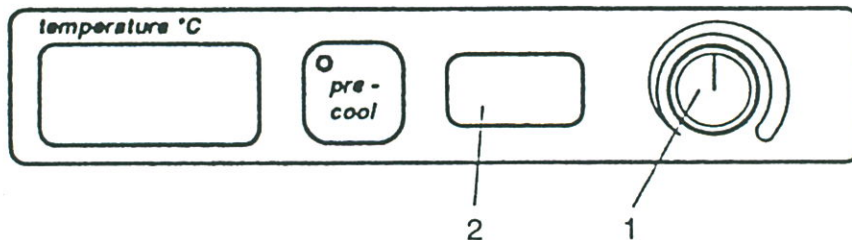

Fig. 9
Den ønskede centrifugeringstemperatur kan indstilles fra -10°C - $+40^{\circ}\text{C}$ med knappen (1). Den indstillede værdi aflæses i displayet 2. (Se fig. 9).